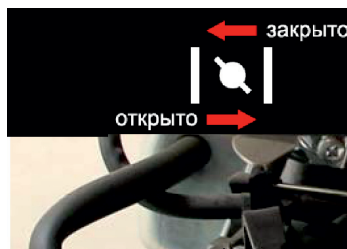

Рис. 14
5. После прогрева двигателя плавно переведите рычаг воздушной заслонки в положение «Открыто» (Рис. 14). При повторном пуске, когда двигатель прогрет, воздушную заслонку использовать не нужно.